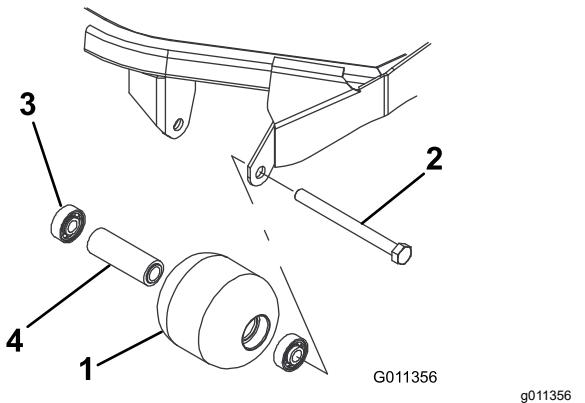

Рисунок 82
- Снимите болт крепления валика (Рисунок 82).
- Осмотрите корпус, подшипники и распорную втулку подшипника валика на наличие повреждений (Рисунок 82). Замените все поврежденные компоненты и соберите их.
- Запрессуйте передний подшипник в корпус валика (Рисунок 82). Прикладывайте усилие только к наружному кольцу или одинаковое усилие к внутреннему и наружному кольцам.
- Вставьте втулку подшипника (Рисунок 82).
- Запрессуйте второй подшипник в корпус валика (Рисунок 82). Запрессуйте, нажимая с одинаковым усилием на внутреннее и наружное кольца до тех пор, пока внутреннее кольцо не войдет в контакт с проставкой.